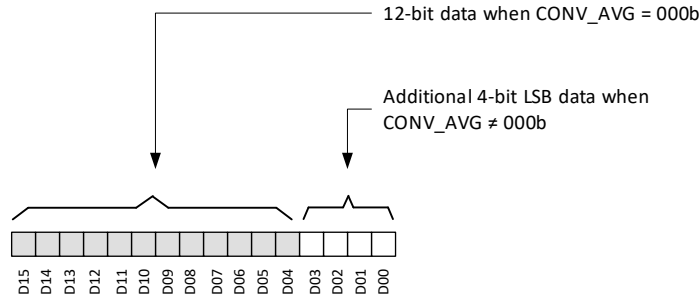

图 7-5. 磁传感器数据定义
X、Y 和 Z 磁传感器数据分别存储在 X_CH_RESULT、Y_CH_RESULT 和 Z_CH_RESULT 寄存器中。12 位 ADC 输出以二进制补码格式存储在 16 位结果寄存器中，如图 7-5 所示。在最快转换 (CONV_AVG = 000b) 的情况下，ADC 输出会将 16 位结果寄存器的 12 个 MSB 位以及 4 个 LSB 位加载为零。在 CONV_AVG \neq 000b 的情况下，所有 16 位都用于存储结果。当 DATA_TYPE = 00b 时，可通过常规 32 位 SPI 读取来访问 16 位磁传感器数据。使用方程式 1 计算测量的磁场。
- D_i 是图 7-5 中所示的数据位。